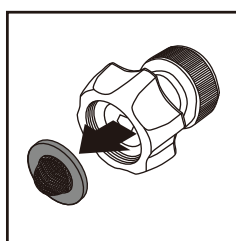

Fig. 15
- La protection à l'intérieur de l'adaptateur transparent doit être nettoyée régulièrement. Insérez un stylo dans le petit orifice à la fin de l'adaptateur. Le filtre de protection glissera (Figure 15). Enlevez-le et nettoyez-le avec de l'eau claire et, après, mettez-le à nouveau dans l'adaptateur.